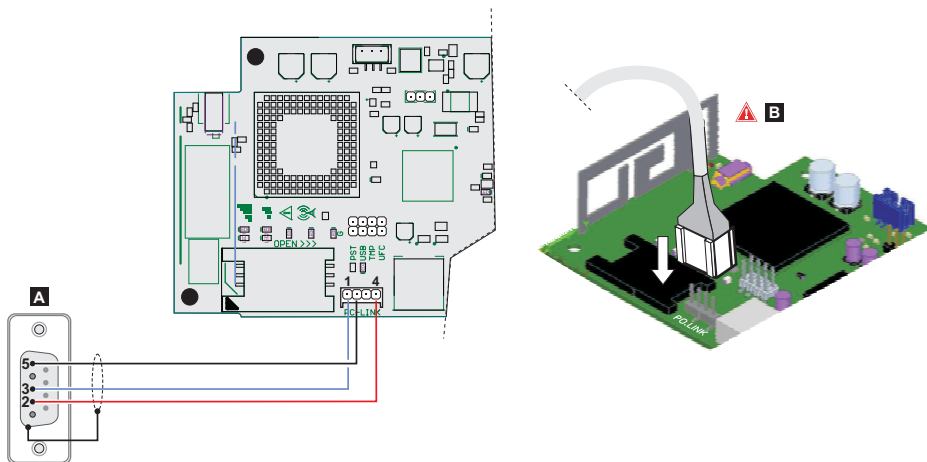

Figure 8 – Connexion par câble PC-Link : A) Connecteur RS-232 femelle, côté soudure B) Insérer correctement le câble PC-Link.
1. Branchez le port série PC-LINK du transmetteur à un port série RS232 libre sur l'ordinateur à l'aide d'un câble PC-LINK (élément accessoire), comme illustré dans la figure 8.